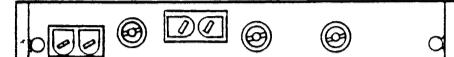

Fig. 3 Unité de têtes magnétiques
2.2 R 202/R 203 — Prémagnétisation HF (Fig. 3)